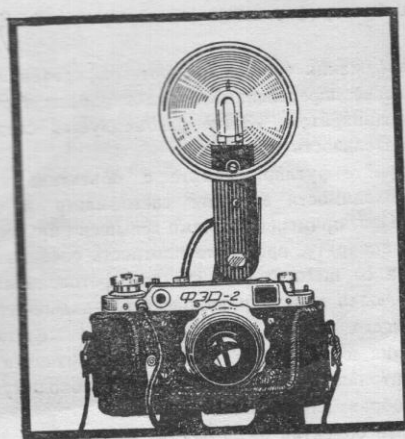

Рис. 13.
При неблагоприятных условиях съемки может возникнуть потребность в использовании мощных источников света — ламп-вспышек. Затвор фотоаппарата снабжен синхронизатором, связывающим момент вспышки лампы с работой затвора. Синхронизатор рассчитан на применение ламп-вспышек одноразового и многократного действия, время инерции которых находится в пределах 0+1 миллисекунда. Лампа-вспышка присоединяется к штепсельному гнезду аппарата (9) специальным проводником с наконечником (рис. 13). Осветитель лампы-вспышки обычно крепится специальной планкой к штативной гайке фотоаппарата или устанавливается в клемму фотоаппарата (рис. 13). Синхронизатор фотоаппарата ФЭД-2 имеет блокировочное устройство, разрывающее электрическую цепь во время завода затвора.